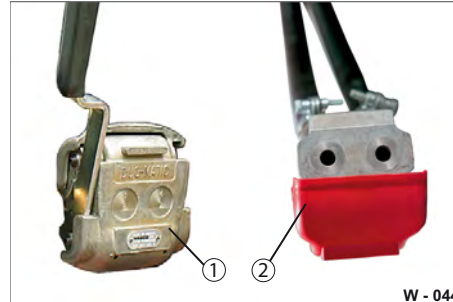

Abb. 51 Kupplungskopf zerlegt
- ▶ Reinigen Sie die Dichtflächen des Kupplungskopfes (Abb. 51/2) und der Kupplungs-Steckdose (Abb. 51/1) mit sauberen, trockenen Lappen.